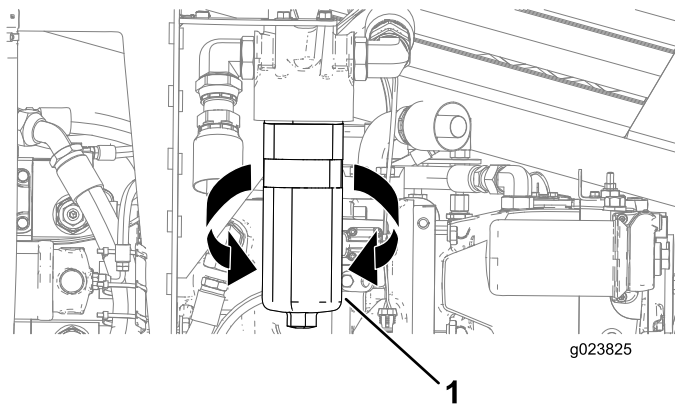

Figura 152
3. Posicione uma bandeja de drenagem ou vários panos sob o filtro de de carga (Figura 152).
4. Gire o filtro hidráulico de alta pressão no sentido anti-horário e remova-o (Figura 152).
6. Alinhe o filtro hidráulico de alta pressão com seu ponto de instalação, e gire-o no sentido horário até o torque atingir 61 N m (45 pés-lbs) como mostrado na Figura 152.